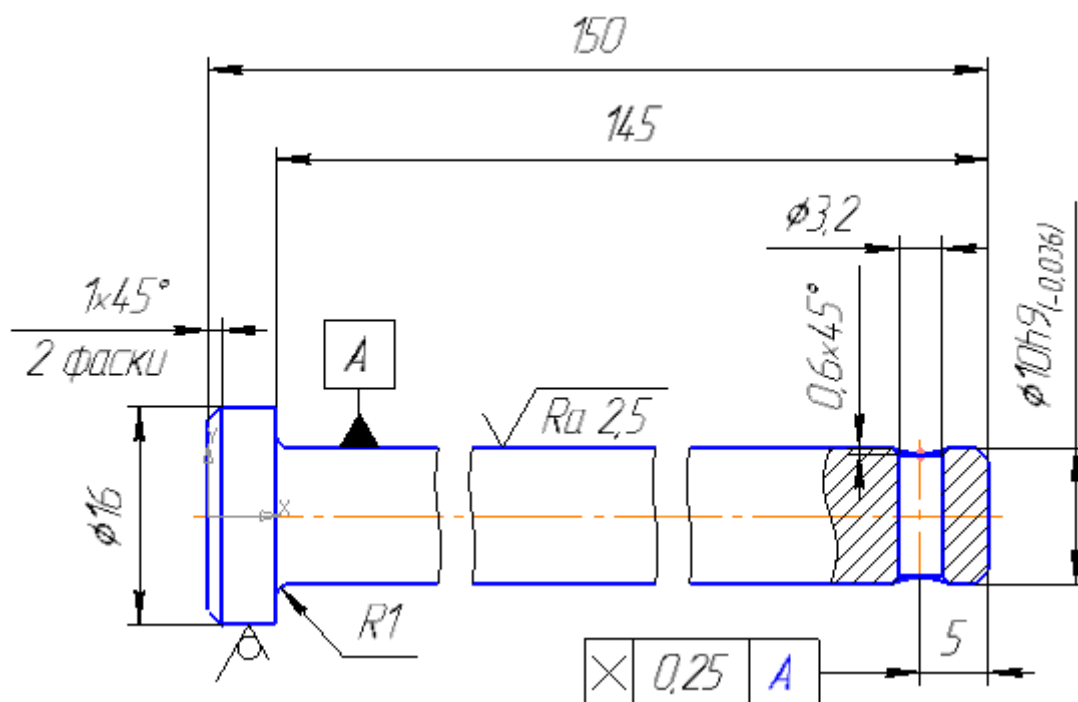

Рисунок 25.
- Используя приведенный ниже рисунок 25 и рисунок 1, самостоятельно оформите чертеж.